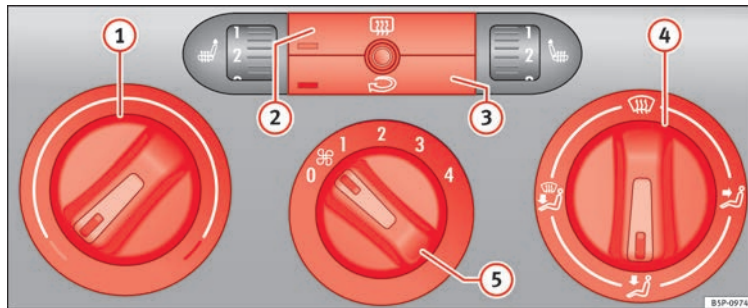

Fig. 114 Mandos de la calefacción en el tablero de instrumentos.
- Con los reguladores » **fig. 114 ①** y **④** y con el mando **⑤** se regula la temperatura, la distribución del aire y la velocidad de la turbina.
- Pulse la tecla **②** o **③** para activar o desactivar la función correspondiente. Cuando la función está activa, la ventana situada en la esquina inferior izquierda de la tecla se ilumina.